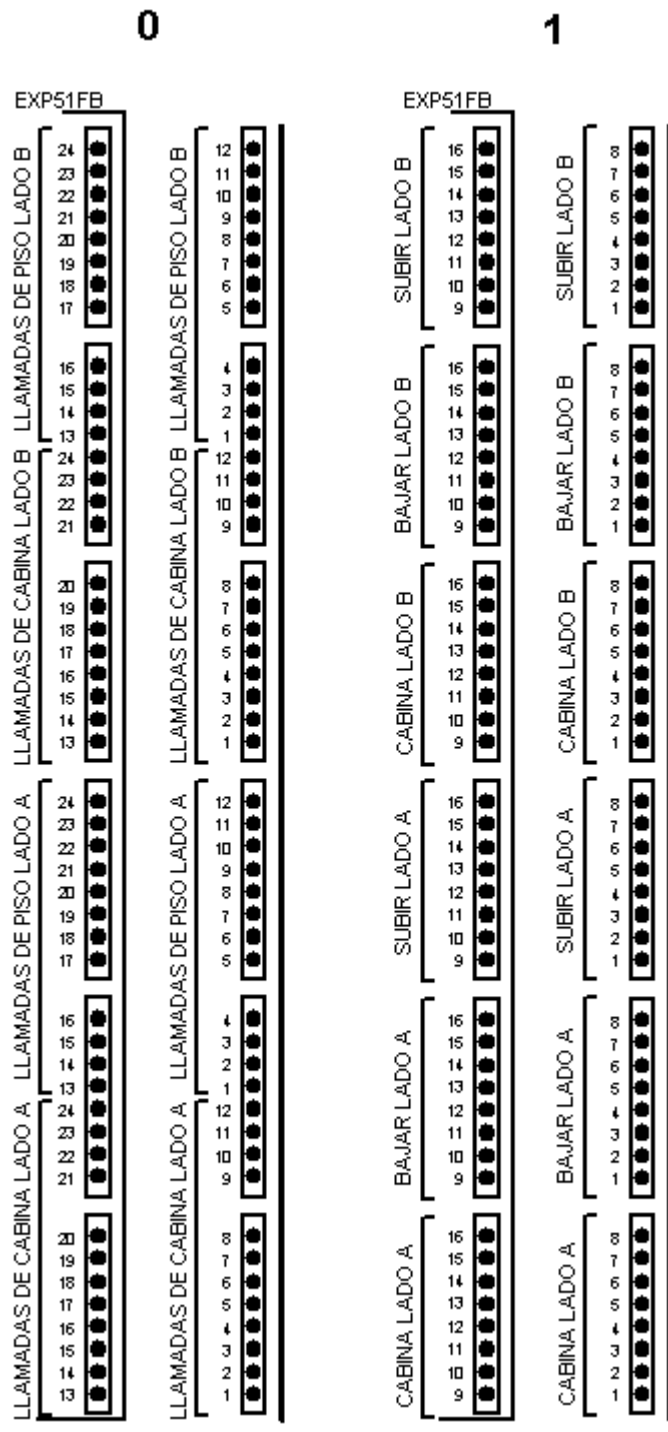

Figura 28
- Configuración de terminales de llamadas (Figura 28): depende del tipo de despacho según la Tabla 2